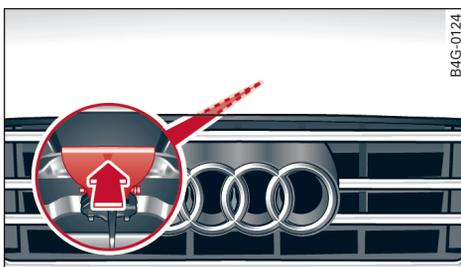

图 261 发动机舱盖下面的开关
- ▶ 将发动机舱盖下面的拨动开关向上推 ⇒ 图 261。此时锁钩会松开。